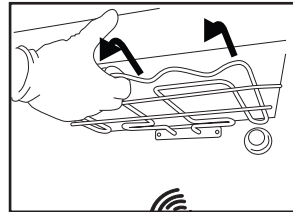
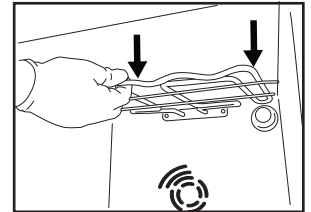

Fig. 1
Fig. 2
2. Tirez légèrement l'élément chauffant ( Fig. 1) et abaissez-le ( Fig. 2).